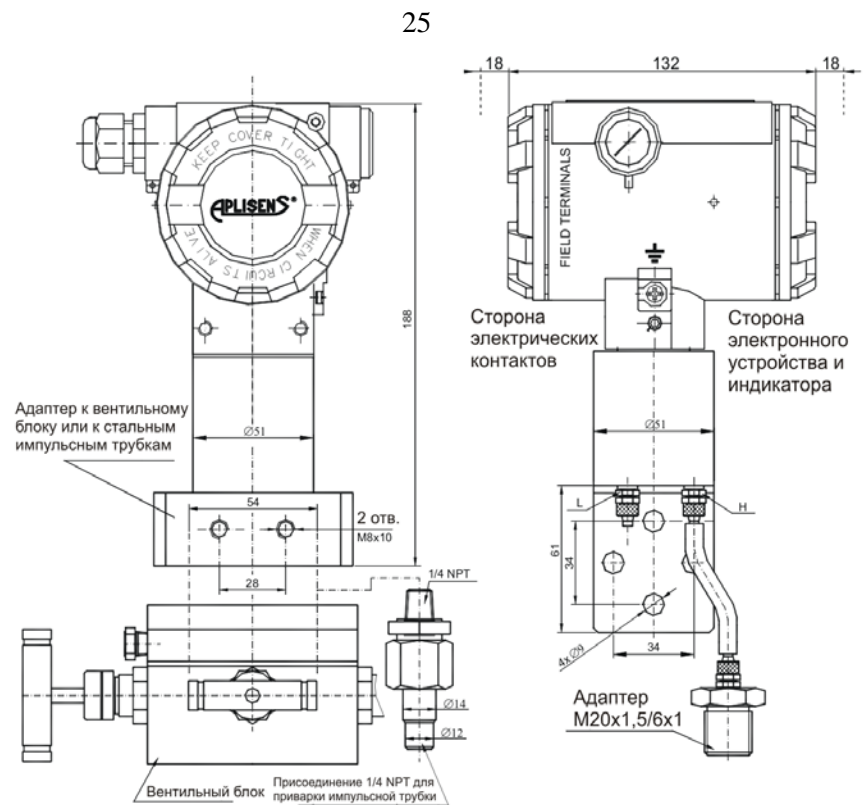

Рисунок 15 - Преобразователь APR-2000G/ALW с различными элементами присоединения
8.13.1 Преобразователь APR-2000G/ALW в «экономичном» исполнении можно монтировать на стене, щите или на другой жёсткой конструкции, используя монтажный кронштейн с отверстием Ø9 (рисунок 15).
8.13.2 Преобразователь может быть изготовлен с адаптером (рисунок 15) под присоединение типа С, предназначенным для монтажа с трёх- или пяти-ходовым вентиляльным блоком. Производитель обеспечивает заводской монтаж преобразователя с вентиляльным блоком. Работа преобразователей с вентиляльными блоками VM-3 или VM-5 согласно 8.12.4.